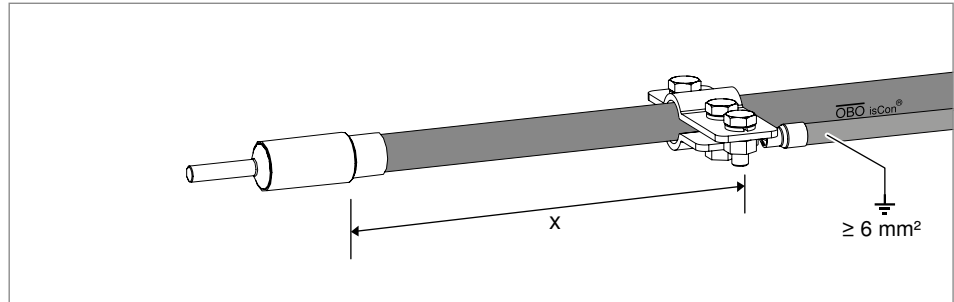

Abb. 53: Abstand zwischen Anschlusselement und Potentialanschlussklemme
- Die Potentialanschlussklemme mit $\geq 6 \text{ mm}^2$ Cu oder leitwertgleich mit dem Potentialausgleich verbinden (siehe Abb. 53).